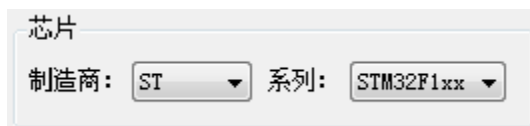

图 2.4-3 选择芯片厂商和系列
- 二、选择要烧录的芯片的厂商和系列，演示所用的开发板 使用的是 ST 公司的 STM32F103RCT6，所以选择厂商“ST”、系列 “STM32F1xx”，如图 2.4-3 所示。